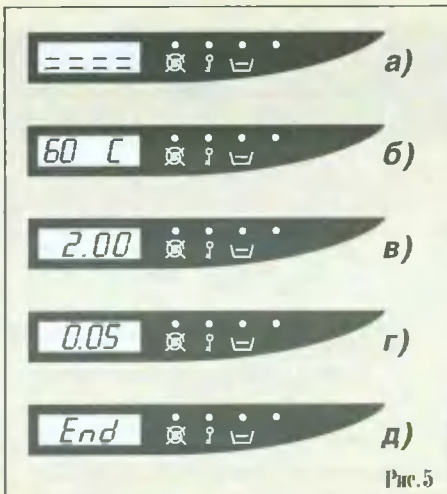

Рис. 5
1. Нажимают кнопку включения/выключения А. Начальная индикация на дисплее (рис. 5, а) указывает значение жесткости воды (см. ниже).
6. Нажимают кнопку С: стирка начинается через 30 с. При этом на дисплее высвечивается установленная температура стирки (рис. 5, б). Установка, выбранная рукояткой В, используется стиральной машиной только после нажатия кнопки С. Во время работы машины рукоятка В может самостоятельно поворачиваться, что не влияет на процесс стирки.
7. На дисплее (рис. 5, в) появляется предполагаемая продолжительность стирки, определенная машиной из расчета оптимальных режимов стирки и полоскания, а также экономного использования электроэнергии и воды.
8. По окончании стирки на дисплее машины (рис. 5, г) появляется значение «005» (индикация конца цикла). Необходимо подождать не менее 5 мин для автоматической разблокировки замка двери. Контрольная лампа блокировки замка F гаснет, а на дисплее появляется индикация «End» (рис. 5, д). Не следует пытаться открыть дверь в этот промежуток времени, чтобы не повредить механизм блокировки. Машину выключают, нажав кнопку А.
- нажимают кнопку С и держат ее нажатой 2–3 с, пока на дисплее не появится индикация жесткости воды (рис. 5, а);